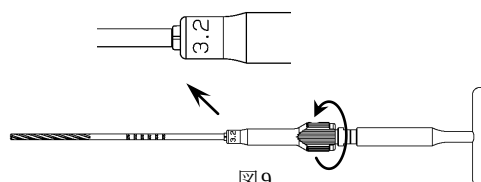

図9
- 8) 3.2 中空ドリル（16GP）の後端に3.2 ドリルチャックを接続し、ガイドピンチャック用ソケットレンチを用いて確実に固定します。この時、ドリル軸後端部に設けられている溝がドリルチャック先端に隠れることを確認して下さい。（図9）